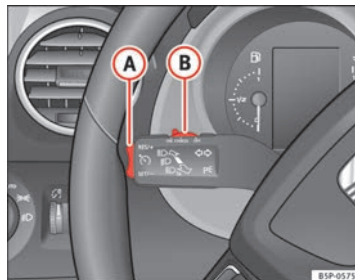

Fig. 155 Levier des clignotants et des feux de route : commande et touche basculante pour régulateur de vitesse
- Lorsque la vitesse à mémoriser est atteinte, appuyez une fois brièvement sur la partie inférieure **SET/-** de la commande à bascule ⇒ fig. 155 **A**.
- Appuyez sur la partie supérieure **RES+** de la commande à bascule ⇒ fig. 155 (A) pour augmenter la vitesse. Tant que vous maintenez enfoncée la commande à bascule, le véhicule accélère. Lorsque vous lâchez la commande à bascule, la nouvelle vitesse est mémorisée.
- Appuyez sur la partie inférieure de la commande à bascule **SET/-** ⇒ fig. 155 (A) pour réduire la vitesse. Le véhicule réduit la vitesse en décélérant automatiquement tant que la touche est enfoncée. Lorsque vous lâchez la commande à bascule, la nouvelle vitesse est mémorisée.
Si vous diminuez la vitesse mémorisée en appuyant sur la pédale de frein, le régulateur se désactive. Vous pouvez réactiver le régulateur en appuyant une seule fois sur la partie supérieure **RES/+** de la commande à bascule ⇒ fig. 155 (A).